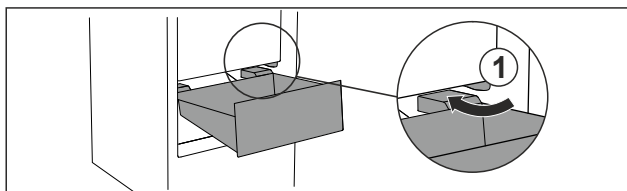

Fig. 94
- ▶ Zásuvku ved'te šikmo podél zarážek Fig. 94 (1).